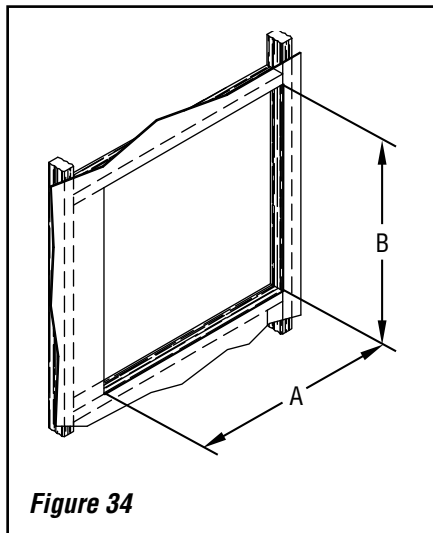

Figure 34
2. Localisez l'endroit où la cheminée doit traverser les montants verticaux du mur. Découpez et encadrez une ouverture de manière à ce que le conduit soit centré entre les montants verticaux du mur. Ouverture du cadre selon la **figure 34** et le **tableau 4**.